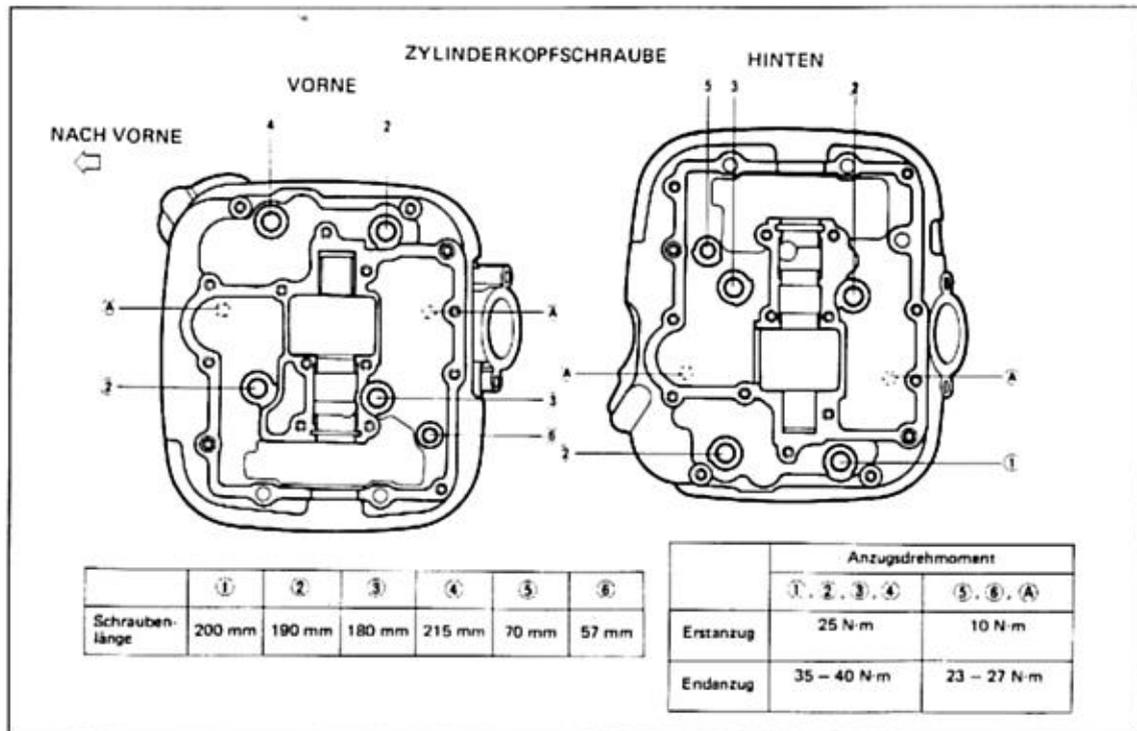

Bild 129
- Zylinderkopfschrauben (Bild 129) in zwei Schritten über Kreuz anziehen (Erstanzug 25 Nm; Endanzug 35 bis 40 Nm). M-8-Schrauben und Muttern anziehen (23 bis 27 Nm).